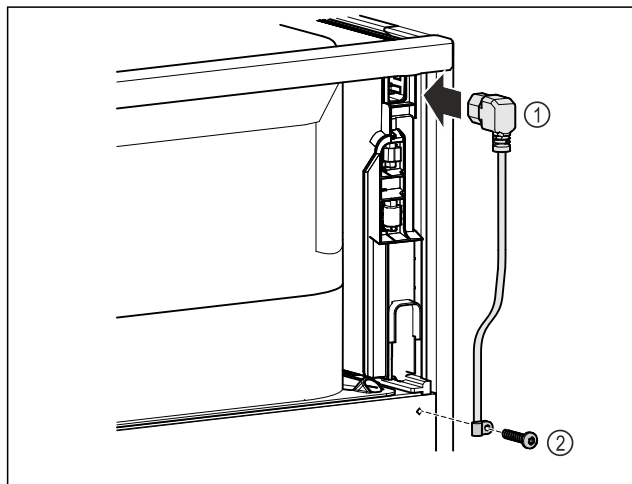

Fig. 9
- ▶ Vtičnica hladilne naprave napeljave omrežnega priključka Fig. 9 (1) na zadnji strani naprave.
- ▶ Namestite element za sproščanje napetosti. Fig. 9 (2)